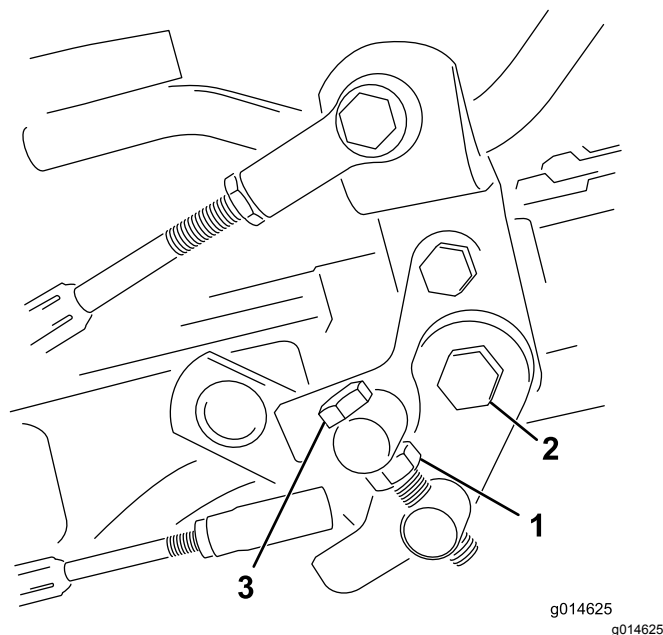

Figura 34
1. Allentate il controdado sul bullone di articolazione (Figura 34).
4. Serrate il controdado sul bullone di articolazione e il dado sul perno del pedale per fissare la regolazione (Figura 34). Controllate la messa a punto, e all'occorrenza ripetete la regolazione.